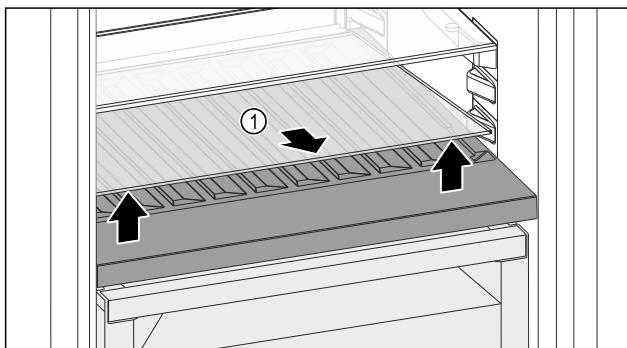

Fig. 98
- Скористайтесь пазом спереду, щоб піднятися скляну полицю Fig. 98 (1) і вийняти її.
- Безпечно зберігайте скляну полицю Fig. 98 (1) за межами пристрою.